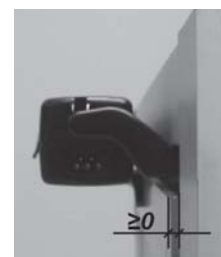

рис.3
- Проверьте, что после того, как привод был установлен расстояния между лицевой плоскостью рамы и лицевой плоскостью створки (высота наплава) **больше или равно 0мм (рис.3)**. Если этого не происходит, привод не будет правильно работать, так как окно не будет закрываться.